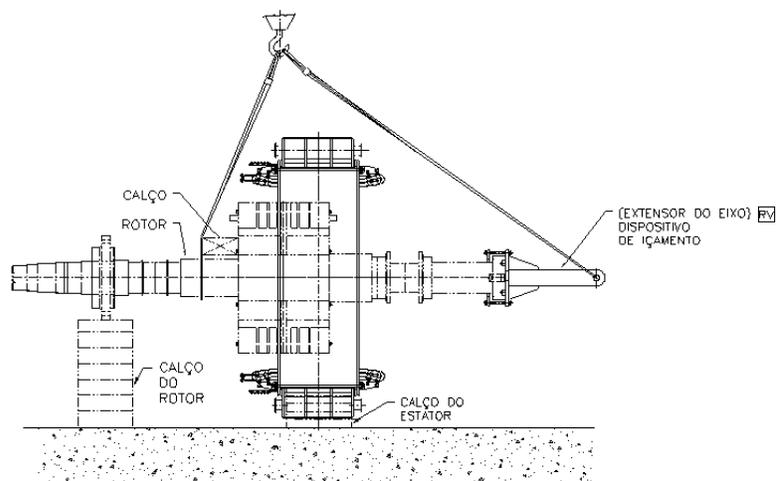
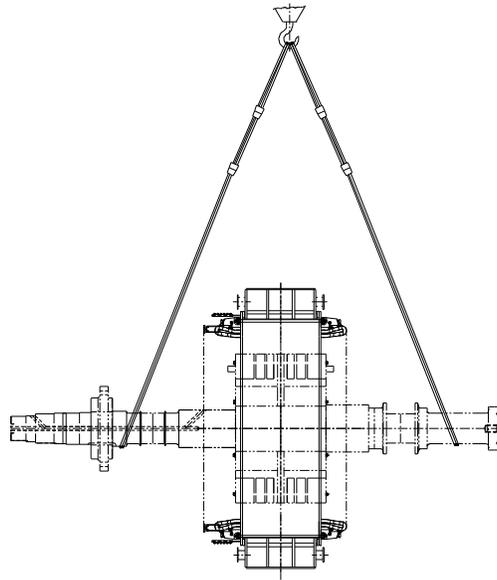

Figura 15 - Inserção do rotor utilizando o extensor
Figura 16 - Içamento rotor com estator
B. O tipo seguinte de máquina é aquela em que o rotor pode suportar o peso do estator apoiado sobre ele, uma vez que o rotor é inserido dentro do estator (a Figura 15 e a Figura 16 mostra o içamento combinado). O conjunto deve ser conduzido para o local da base ou das placas de apoio. Deve-se